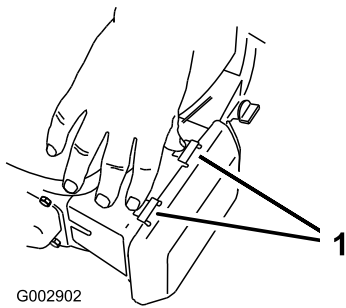

Bild 38
1. Drücken Sie die Verriegelungsnasen oben an der Luftfilterabdeckung nach unten (Bild 38).